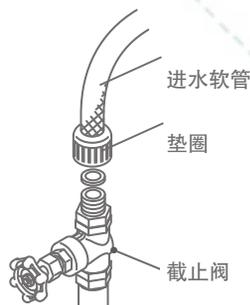

图 4
- 1) 将进水软管的另一端与截止阀 (图 4) 连接，固定前请确认垫圈是否已被固定在正确的位置。拧紧垫圈以防止接头漏水。最好在便于触及的部位安装一个截止阀。
- 4) 关闭饮用水供水管截止阀。见图 4。